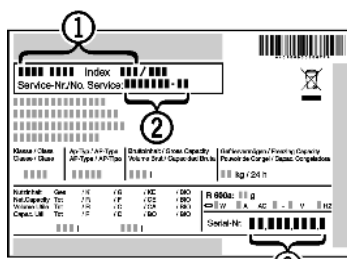

Fig. 3
- Relever la désignation de l'appareil Fig. 3 (1), le n° de service Fig. 3 (2) et le n° de série Fig. 3 (3) sur la plaquette signalétique. Cette plaquette se trouve sur la paroi intérieure gauche de l'appareil.
- Informer le S.A.V. et lui communiquer la panne, la désignation de l'appareil Fig. 3 (1), le n° de service Fig. 3 (2) et le n° de série Fig. 3 (3).